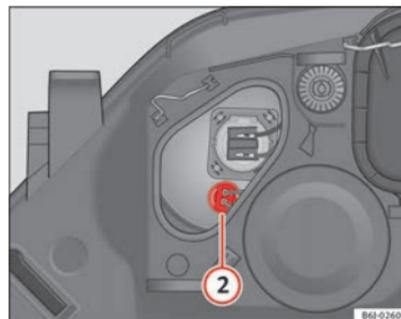

Fig. 152 Luci di posizione
- Estrarre il connettore ⇒ fig. 152 ② tirando verso l'esterno.